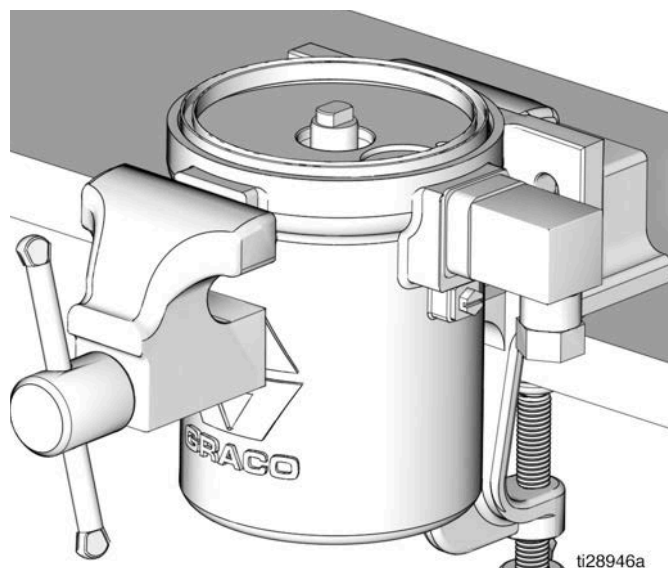

FIG. 35
- Coloque de nuevo el cilindro del motor neumático en un tornillo de banco para acceder a la parte superior del mismo, como se observa en la Fig. 35.